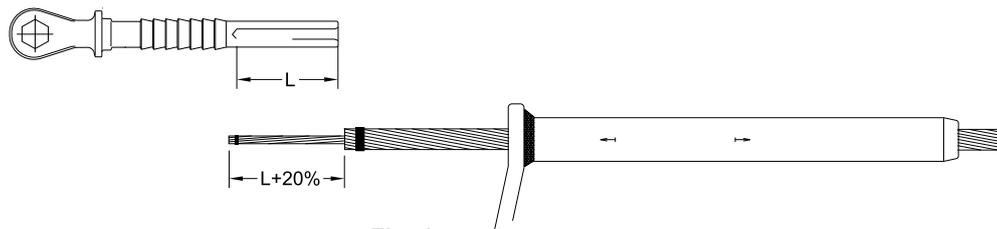

Fig. 1
- 1 Introducir el extremo del conductor en la grapa de forma que sobresalga por la parte trasera de esta, según se indica en la **Fig.1**. Retencionar el extremo para evitar su destrenzado en cuanto asome por la parte trasera.
- 2 Marcar, retencionar y cortar los hilos de aluminio dejando al descubierto el alma de acero en una longitud de aproximadamente un 20% superior a la profundidad del taladro del émbolo (**Fig.1**). Es muy importante no dañar el alma de acero al realizar esta operación. Retencionar el alma para evitar su destrenzado.
- 1 Insert the end of the conductor in the aluminium body so that it protrudes from the back, as shown in **Fig.1**. Retain the end, with steel wire or a plastic clip, to prevent the wires from loosening when it comes out of the rear part.
- 2 Mark, retain and cut the aluminium strands, leaving the steel core exposed by a length of approximately 20% greater than the length bore of the steel terminal (**Fig.1**). It is very important to avoid making any notches in the steel wires when performing this task. Retain the core to prevent the wires from loosening.